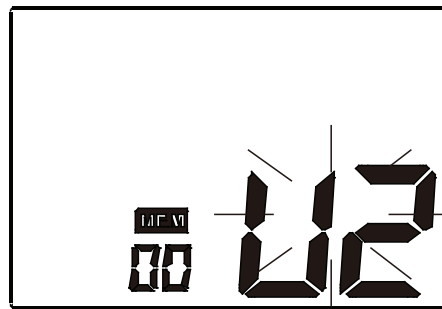
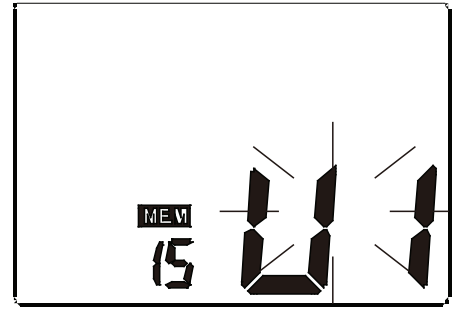

Figura 7-1
Figura 7-2
- b. Em alternativa, pressionando o botão “MEM” na modalidade Relógio para visualizar os resultados memorizados. A unidade de memória atual pisca e os resultados memorizados são exibidos. Ver figura 7-1. Pressionar o botão “START” para passar a outra unidade de memória. Ver figura 7-2. Confirmar a seleção, pressionando o botão “MEM”. A unidade de memória selecionada pode ser confirmada também automaticamente, após 5 segundos de inatividade.